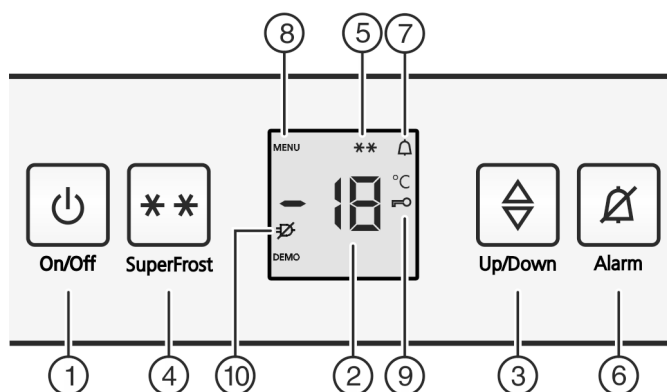

Fig. 2
- Appuyez sur la touche marche/arrêt Fig. 2 (1).
- Activer le mode de réglage : appuyer sur la touche SuperFrost Fig. 2 (4) pendant env. 5 secondes.
- ▷ Le symbole Menu Fig. 2 (8) apparaît dans l'affichage.
- Confirmez en appuyant brièvement sur la touche SuperFrost Fig. 2 (4).
- ▷ Le symbole Sécurité enfants Fig. 2 (9) s'allume dans l'affichage.
- Appuyer brièvement sur la touche On/Off Fig. 2 (1).
- ▷ Le symbole Sécurité enfants Fig. 2 (9) s'éteint.
- Appuyer sur la touche Alarme Fig. 2 (6).
L'affichage de la température clignote en même temps que le symbole Alarme Fig. 2 (7).
L'avertisseur sonore s'éteint automatiquement et le symbole Alarme Fig. 2 (7) et l'affichage de température arrêtent de clignoter lorsque la température est de nouveau suffisamment froide.